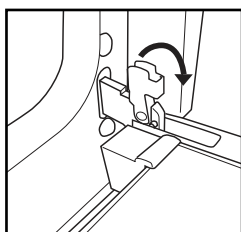

Fig. 1
2. Unieść do oporu dwa zaczepy blokujące zawiasy (Rys. 1).